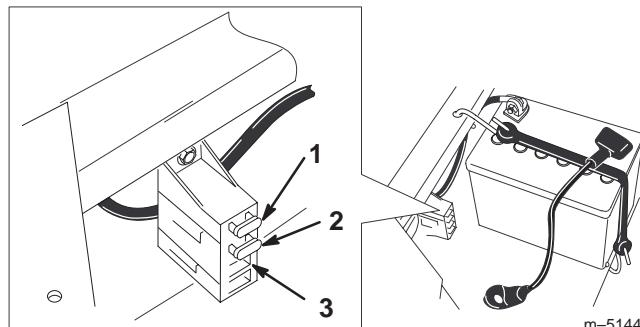

Bild 28
- Heben Sie den Sitz an, um die Sicherungshalter zugänglich zu machen (Bild 28).
- Ziehen Sie die Sicherung zum Wechseln heraus (Bild 28).